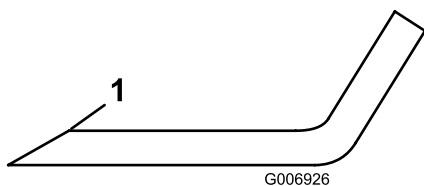

**Figure 33**
6. Tenez la lame à son extrémité avec un chiffon ou un gant épais. puis enlevez le boulon de fixation de la lame, la rondelle bombée, le renfort et la lame (Figure 33). Pour enlever le boulon, bloquez
1. Posez la lame, le renfort, la rondelle bombée et le boulon de fixation (Figure 33).